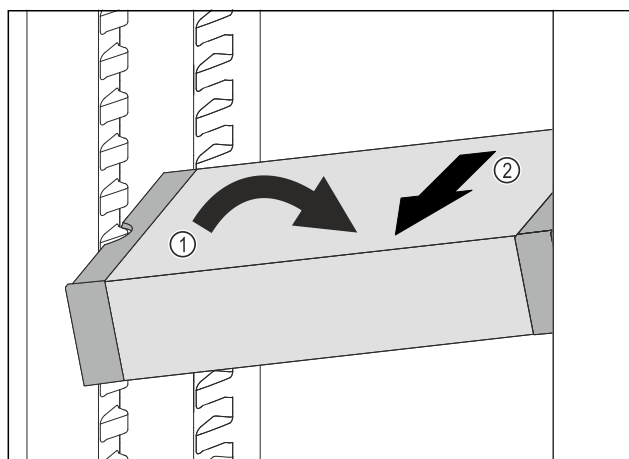

Fig. 249
- Встановити VarioSafe під кутом в охолоджувальному відділенні. Fig. 249 (1)
- Витягнути VarioSafe вперед. Fig. 249 (2)